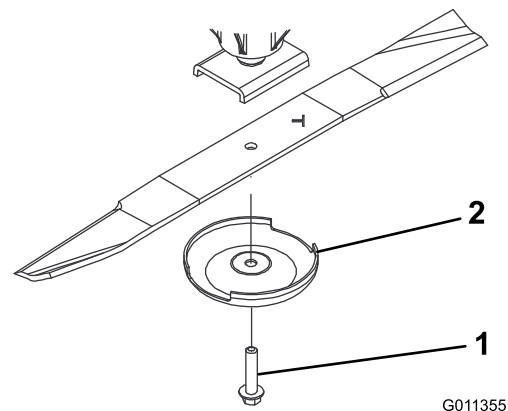

Figura 83
2. Afferrate l'estremità della lama con un cencio o un guanto bene imbottito. Togliete il bullone, la coppa antistrappo e la lama dall'asse del fusello (Figura 83).
3. Montate la lama con la costa rivolta verso il piatto di taglio, servendovi della coppa antistrappo e del bullone della lama (Figura 83) Serrate il bullone della lama a 115–149 N·m.